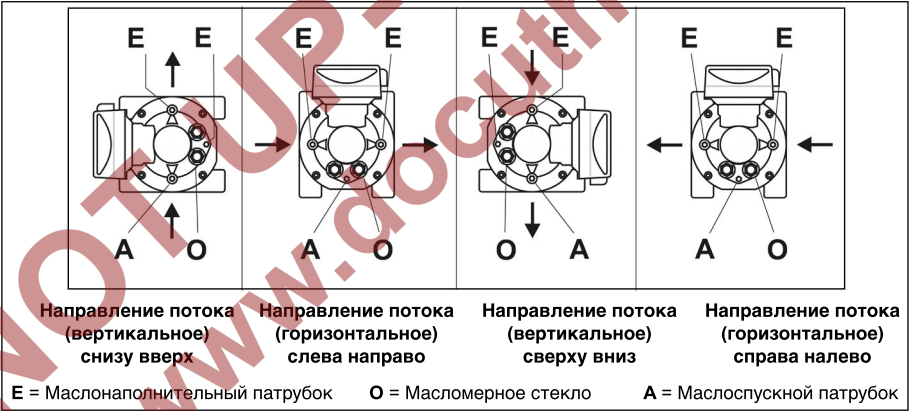

Рис. 7: Допустимые положения использования, наполнение масла и индикация уровня масла в счетчике **типа RVG**
- На передней и (опционально) на задней стороне счетчика (рис. 7) имеется три маслонаполнительных и маслоспускных отверстия и два масломерных стекла.
- Выкрутите винт наполнительного отверстия (Е, рис. 7) из передней крышки корпуса.